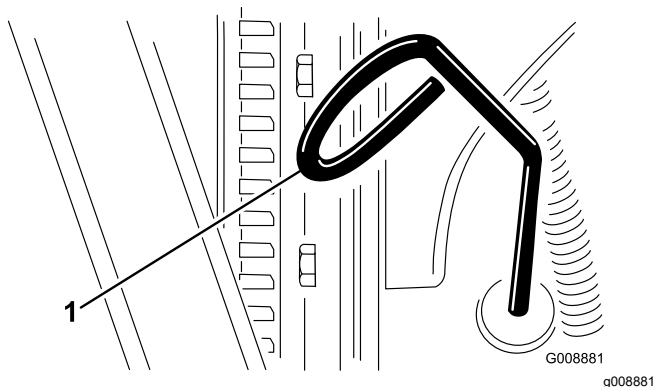

Figura 68
3. Retire la varilla (Figura 68) y límpiela con un paño limpio.